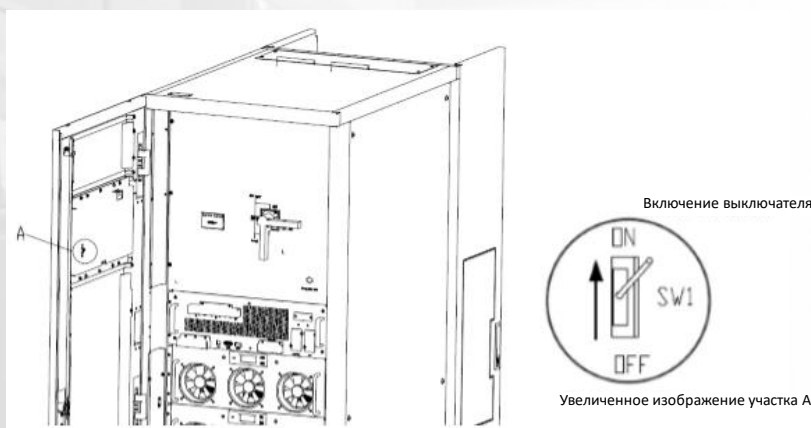

Рис. 4-2 Включение выключателя
- 2) Нажмите и удерживайте кнопку “BYP” на панели управления оператора более 2 секунд, после чего система должна перейти в режим байпаса. Для этого необходимо включить выключатель за передней дверцей. Ключ показан ниже на рис. 4-2.